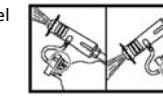

Figura 4
2. Gire el indicador de la tapa del tanque de jabón hacia la posición "UP" (arriba) o "DOWN" (abajo) (Figura 4). Use "UP" para rociar en un ángulo hacia arriba (por ejemplo, para alcanzar el segundo piso de un edificio). Use "DOWN" para rociar a un ángulo hacia abajo para un patio o terraza.